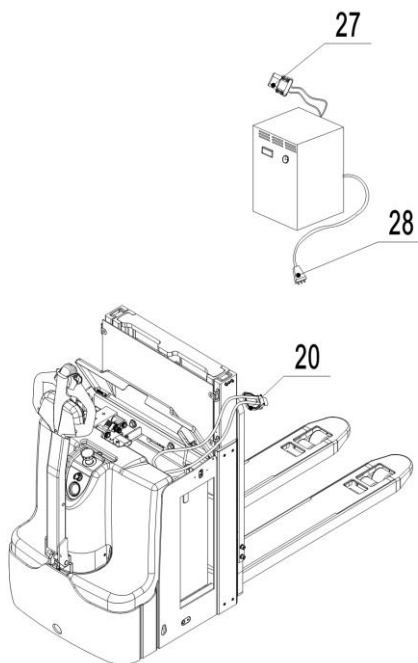

Рис.17: Зарядка аккумулятора
- Отсоедините штекер аккумулятора (рис. 17, поз. 20) от разъема тележки и соедините его с разъемом зарядного устройства (рис. 17, поз. 27).
- Затем подключите кабель питания зарядного устройства (рис. 17, поз. 28) к сети питания.